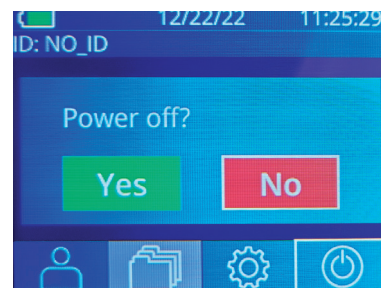

Fig. 41
- Passare alla schermata iniziale e selezionare l'icona **Alimentazione**  quindi selezionare **Yes** per spegnere il dispositivo (Fig. 41).